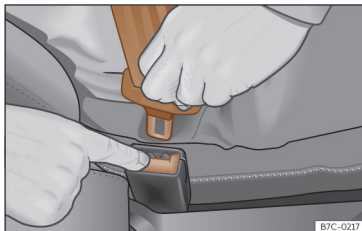

Fig. 10 Soltar la lengüeta del cierre del cinturón.
- Presione la tecla roja en el cierre»» » **fig. 10** . La lengüeta saltará del cierre.